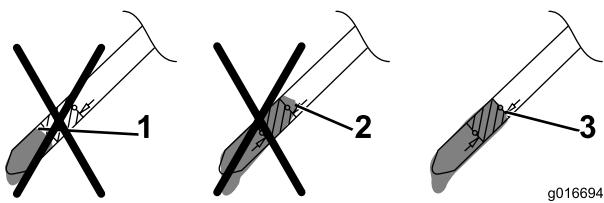

Figura 7
5. Retire la varilla y compruebe el nivel de aceite en la varilla; consulte Figura 7.
- Si el nivel de aceite es demasiado bajo, añada una pequeña cantidad de aceite **lentamente** por el tubo de llenado y repita los pasos 3 a 5 hasta que el nivel del aceite sea correcto, según se muestra en Figura 7.
- Si el nivel de aceite es demasiado bajo, añada una pequeña cantidad de aceite **lentamente** por el tubo de llenado y repita los pasos **3 a 5** hasta que el nivel del aceite sea correcto, según se muestra en Figura 7.